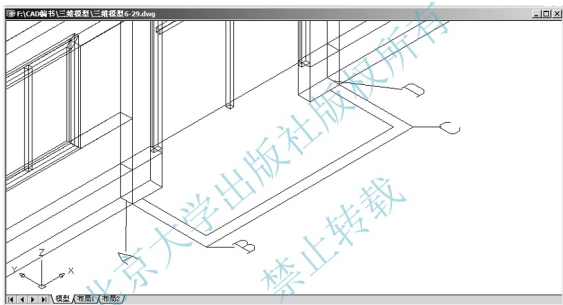

图 6.38 打开【阳台】图层
将【阳台】图层打开并建立新图层【阳台 1】，同时将【阳台 1】图层设置为当前图层，如图 6.38 所示。注意，当前坐标系为世界坐标系。
- (1) 执行 ELEV 命令，设置默认标高为“0”，设置默认厚度为“300”。
- (2) 在命令行输入“PL”后按 Enter 键，启动绘制多段线命令。
- (3) 在指定起点：提示下，捕捉如图 6.38 所示的 A 点作为多段线的起点。
- (4) 在指定下一个点或 [圆弧 (A)/ 半宽 (H)/ 长度 (L)/ 放弃 (U)/ 宽度 (W)]：提示下，输入“W”后按 Enter 键。
- (5) 在指定起点宽度 <0.0000>：提示下，输入“200”。
- (6) 在指定端点宽度 <200.0000>：提示下，按 Enter 键执行尖括号内的默认值“200.0000”。
- (7) 在指定下一点或 [圆弧 (A)/ 闭合 (C)/ 半宽 (H)/ 长度 (L)/ 放弃 (U)/ 宽度 (W)]：提示下，依次捕捉如图 6.38 所示的 B、C 和 D 点。